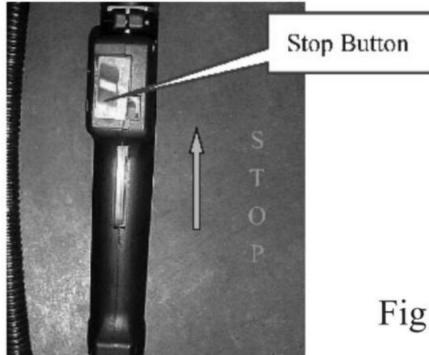

Fig 5
7.2 Pociągnij przycisk Stop do pozycji zgaśnięcia płomienia. Sprawdź pozycję Stop Przycisk na rys.5.